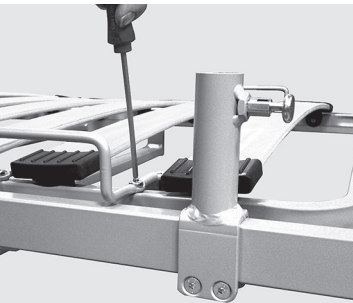

Abb. 2
2. Die Matratzenbügel an der entsprechenden Seite der Liegefläche werden entfernt (Abb. 2).